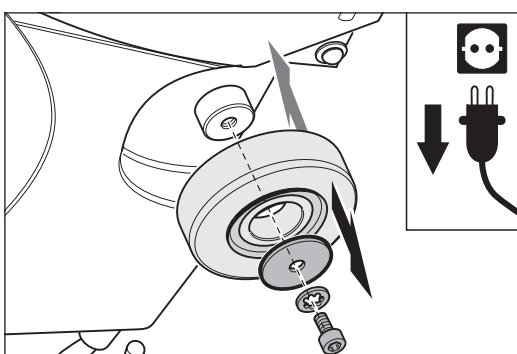
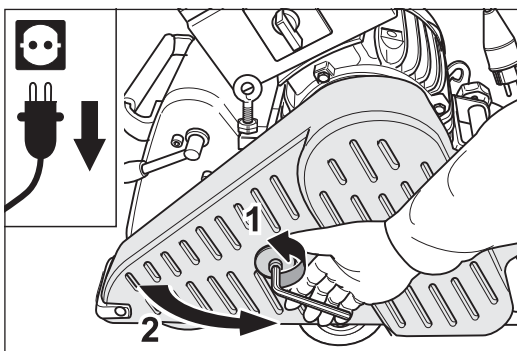

Abb. 101 Die Schraube mit den Scheiben in der Mitte des Rads entfernen und das Seitenrad abnehmen. Der Zusammenbau erfolgt in umgekehrter Reihenfolge.
Abb. 102 **Den Netzstecker aus der Steckdose ziehen** und den Riemen- und Schutzhülse öffnen.
- 4 Lösen Sie die Schraube in der Mitte des Seitenrads und entfernen Sie die Schraube und die Scheiben (Abb. 101). Vor dem Ausbau des **linken** Seitenrads muss der Riemen- und Schutzhülse geöffnet werden (Abb. 102).
- 3 Öffnen Sie den Riemenschutz (Abb. 102).